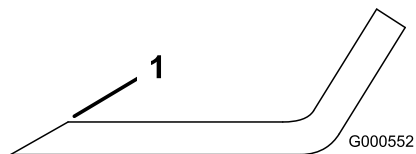

Figura 112
1. Utilice una lima para afilar el filo de corte en ambos extremos de la cuchilla (Figura 112).
Nota: Si la cuchilla no está equilibrada, rebaje algo el metal en la parte de la vela solamente con una lima (Figura 112).